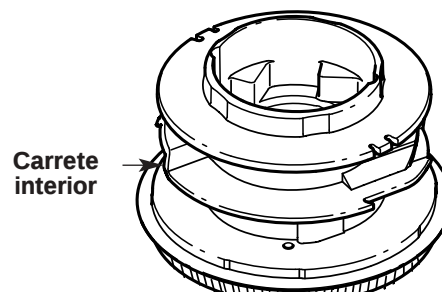

Fig. 21
4. Saque toda la línea que haya en el carrete interior antes de limpiarlo. Saque todos los residuos o pasto de la perilla, resorte, carrete interno y sello de espuma. Lave el carrete interior con agua jabonosa tibia (Fig. 21).